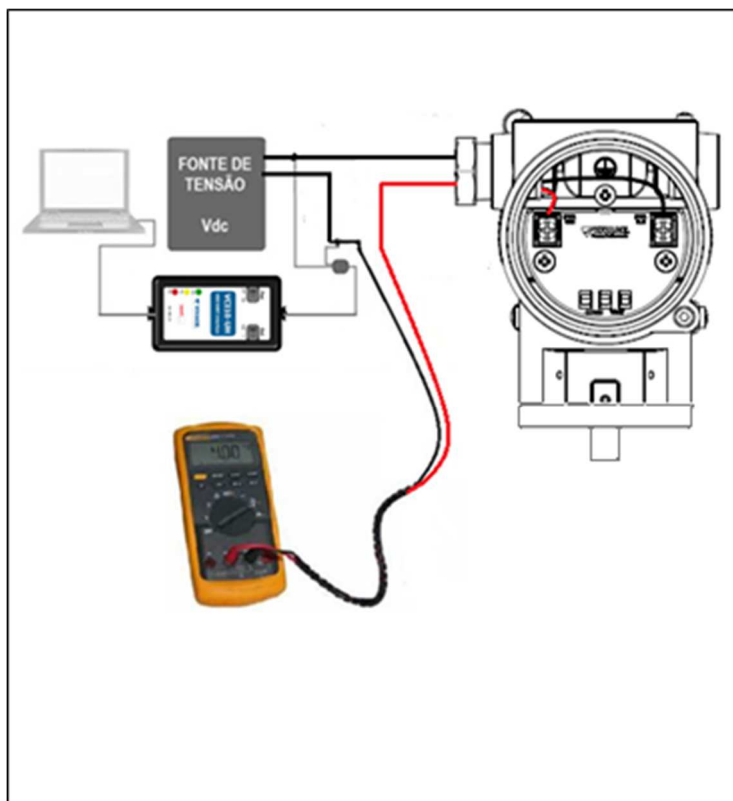

Figura 3.10 –Montagem para o trim de corrente do VTP10-H.
Trim – Neste diretório pode-se ajustar os sensores de posição (calibração dos pontos inferior e superior), a corrente de saída (4 mA e 20 mA) e o sensor de temperatura. A figura 3.10 mostra a ligação do multímetro com o transmissor para o trim de corrente. Veja mais detalhes no item 3.7, a seguir.
Após a geração da corrente fixa pelo transmissor, com um amperímetro conectado em série (veja figura 3.10), o usuário poderá verificar a real corrente gerada e enviá-la por meio de comandos HART® ao equipamento, que executará a calibração interna e passará a gerar a corrente corrigida, permitindo que o usuário veja a nova corrente no amperímetro conectado, automaticamente. Este processo pode ser repetido por quantas vezes o usuário julgar necessário, até que a corrente esteja perfeitamente calibrada em ambas as extremidades (4 mA e 20 mA).